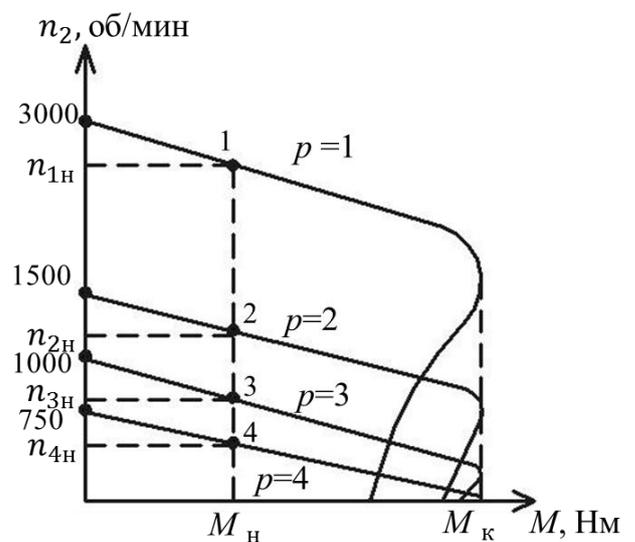

Рис. 2.30. Семейство механических характеристик 4-х скоростного АД
*Недостатки:* ступенчатое регулирование скорости (рис. 2.30); наличие КУ увеличивает габариты, вес и стоимость; сравнительно небольшой диапазон регулирования.